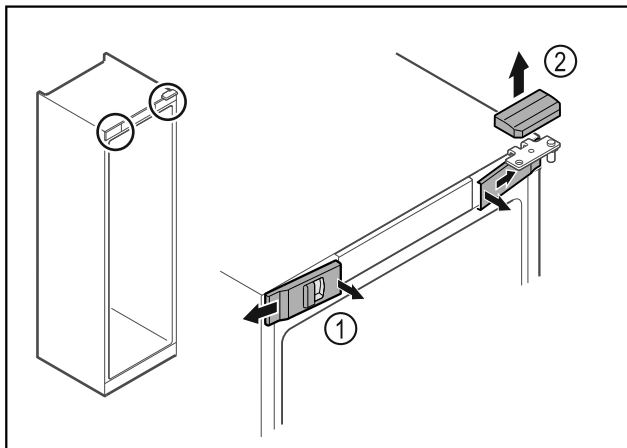

Fig. 15
- ▶ Wyczepić przednie osłonki Fig. 15 (1) i odchylić w bok.
- ▶ Górną osłonkę Fig. 15 (2) zdjąć w górę.